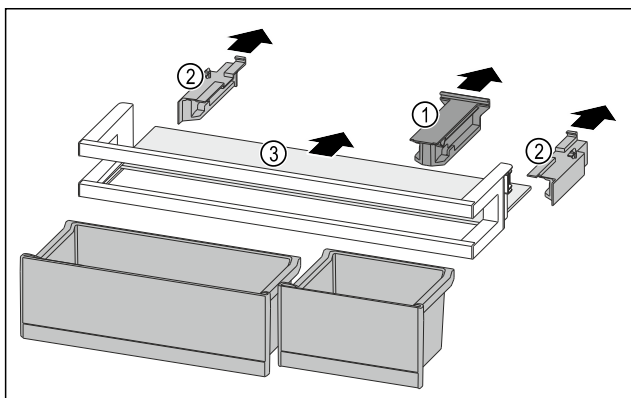

Fig. 97
- ▶ Desprindeți piesa de susținere Fig. 97 (1).
- ▶ Desprindeți piesele laterale Fig. 97 (2).
- ▶ Extrageți raftul Fig. 97 (3).